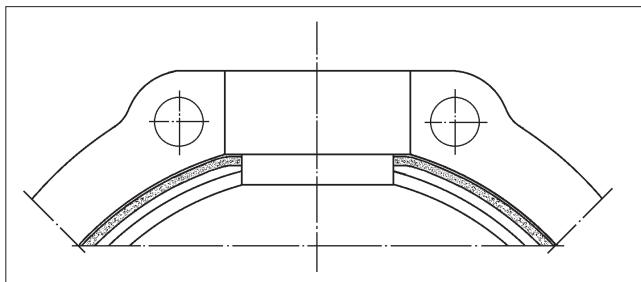

Fig. 15 Mise en place de la bande de joint PTFE
- Placer le joint en PTFE dans la circonférence extérieure de la gorge du demi-corps femelle. Voir Fig. 15.